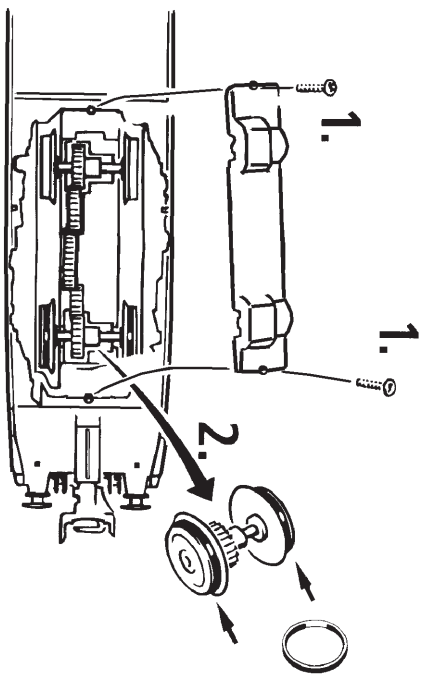

Fig. 9
2. Schmierung: Versehen Sie die im Schmierplan in Fig. 9 gekennzeichneten Stellen mit nur **kleinen Öltropfen**. Dazu zuerst das Lokgehäuse abnehmen (Fig. 4). Wir empfehlen den **ROCO Öler Art.-Nr. 10906**. Fürs Schmieren der Getriebeteile (Zahnräder, Schnecke) empfehlen wir das **ROCO-Spezialfett Art.-Nr. 10905**. Im Falle der Schmierung diese Teile **nicht ölen**.
2. Lubrication: Apply **tiny oil drops** to spots marked in fig. 9. Prior to lubrication dismantle locomotive (fig. 4). We recommend using item no. **10906, Roco oiler**. For lubrication the gearparts (eg. cogwheels, worm) we would recommend our Roco **special grease** (item no. **10905**).
2. Graissage: N'appliquez **qu'une toute petite goutte** aux endroits indiqués par le plan de graissage (fig. 9) après avoir démonté la caisse de la locomotive (fig. 4). Nous vous recommandons **le graisseur à huile Roco réf. 10906**. Pour graisser les engrenages (roues dentées, vis sans fin) nous vous conseillons la **graisse spéciale Roco réf. 10905** pour engrenages en matières synthétiques. Lorsque vous utilisez cette graisse il faut éviter d'huiler ces composants.